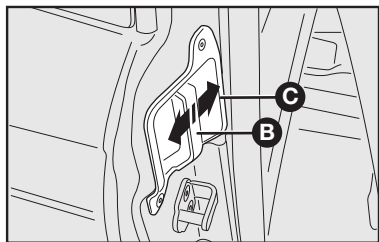

fig. 86
- destravar a maçaneta interna **B**—**fig. 86** em qualquer um dos sentidos da seta e abrir a porta traseira.
– **Para fechar a porta manusear a maçaneta pela região C**—**fig. 86**, para evitar o acionamento da fechadura, que iria impedir o fechamento da porta. O correto fechamento da